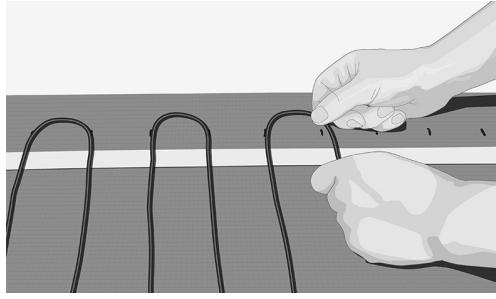

Fig. 11. Legg ut kablen i henhold til CC-merkingen
- 9. Legg ut varmekabelen og fest med jevne mellomrom (fig. 11).